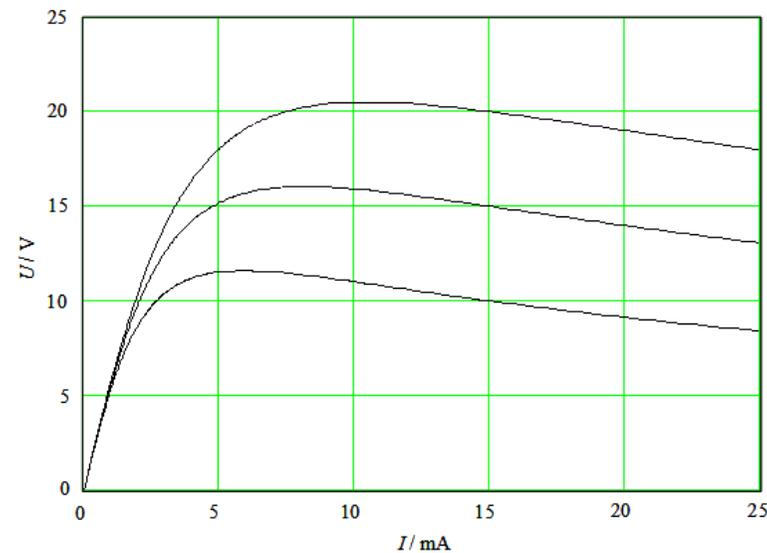

Bild 5: UI-Kennlinie eines Thermistors bei verschiedenen Anströmgeschwindigkeiten v_i .
b) Ein solcher Thermistor soll nun mit den unten angegebenen Kenndaten zur Bestimmung der Strömungsgeschwindigkeit v von Luft eingesetzt werden. In dem folgenden Diagramm (Bild 5) sind UI-Kennlinien für drei Strömungsgeschwindigkeiten v_1 , v_2 und v_3 gegeben. Berechnen Sie mit Hilfe der Kennlinien die Strömungsgeschwindigkeit v_3 .